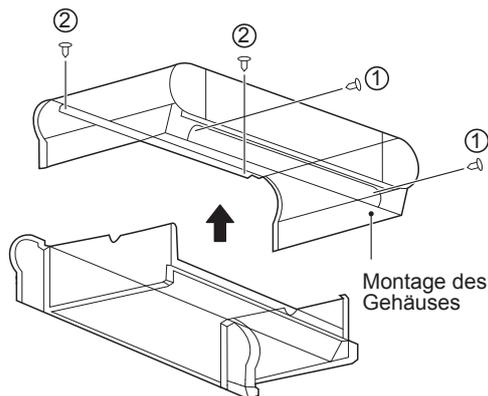

Abb. 4-4 Demontage des Gehäuses
b) Entfernen Sie, wie in Abbildung 4-4 gezeigt, die Schrauben ①*2 und ②*2 und dann das Gehäuse.